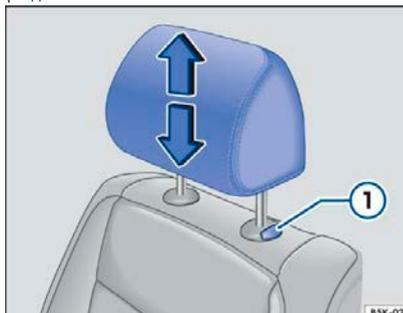
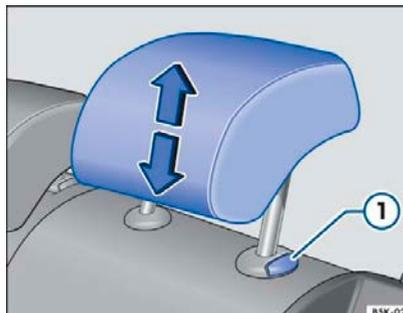

Рисунок 57 Регулировка подголовника переднего ряда сидений
Рисунок 58 Регулировка высоты подголовника сиденья Регулировка высоты подголовника сиденья
– Нажмите на подголовник вверх или вниз в направлении стрелки, при необходимости нажмите и удерживайте кнопку → рис. 57  или → рис. 58  →